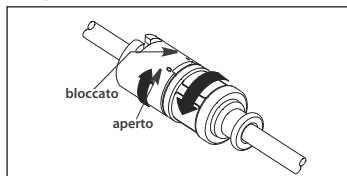

Figura 2
- b. Se si utilizza un sistema di protezione anti-contaminazione con adattatore TwistLock, verificare che il doppio TwistLock del sistema sia completamente aperto (vedere Figura 2).